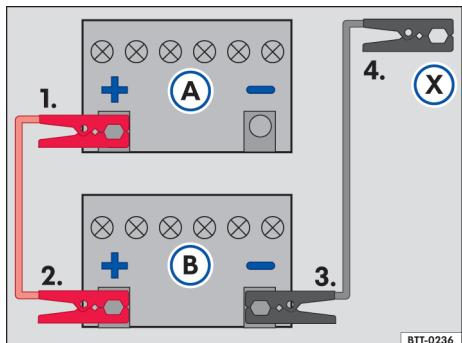

Fig. 124 Esquema para a conexão dos cabos auxiliares de partida: bateria do veículo descarregada (A) e bateria do veículo fornecedora de corrente (B).
Legenda para → Fig. 124:
- Conectar uma extremidade do cabo auxiliar de partida vermelho ao polo positivo → Fig. 124 (+) do veículo com a bateria do veículo descarregada (A) → .
- Conectar a outra extremidade do cabo auxiliar de partida vermelho ao polo positivo (+) da bateria do veículo fornecedor de corrente (B).
- Conectar uma extremidade do cabo auxiliar de partida preto ao polo negativo (-) da bateria do veículo fornecedor de corrente (B).
- Conectar a outra extremidade do cabo auxiliar de partida preto (X) no veículo com a bateria do veículo descarregada em uma peça maciça de metal parafusada firmemente ao bloco do motor ou no próprio bloco do motor - porém não nas proximidades da bateria (A) → .